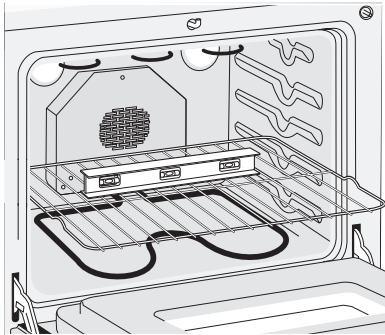
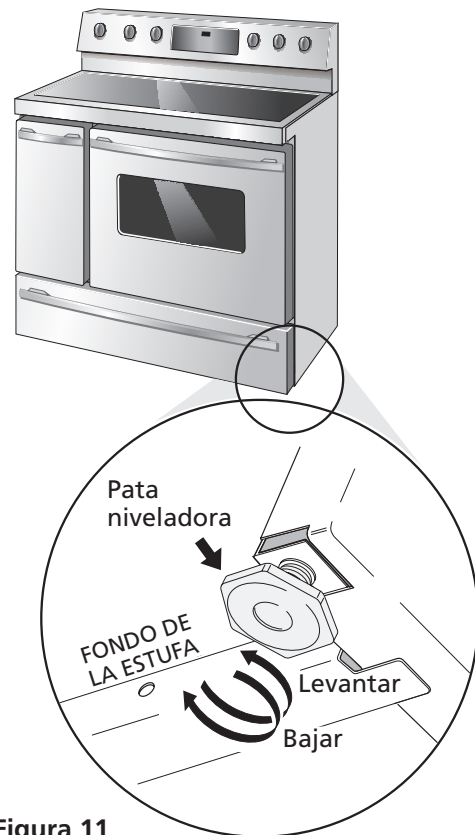

Figura 9
Figura 11
2. Ponga un nivel sobre la parrilla (vea figura 9). Tome dos lecturas con el nivel puesto diagonalmente en una dirección y después en la otra. Nivele la estufa, si es necesario, ajustando las 4 patas niveladoras con una llave de tuercas (Figura 11).
4. Nivele la estufa si es necesario ajustando las cuatro patas niveladoras con una llave (Ver la Figura 11 abajo). Se requiere un espacio libre mínimo de 1/8" (3.2 mm) entre la parte inferior de la estufa y los niveladores de las patas traseras para dejar espacio para los soportes antivuelco.